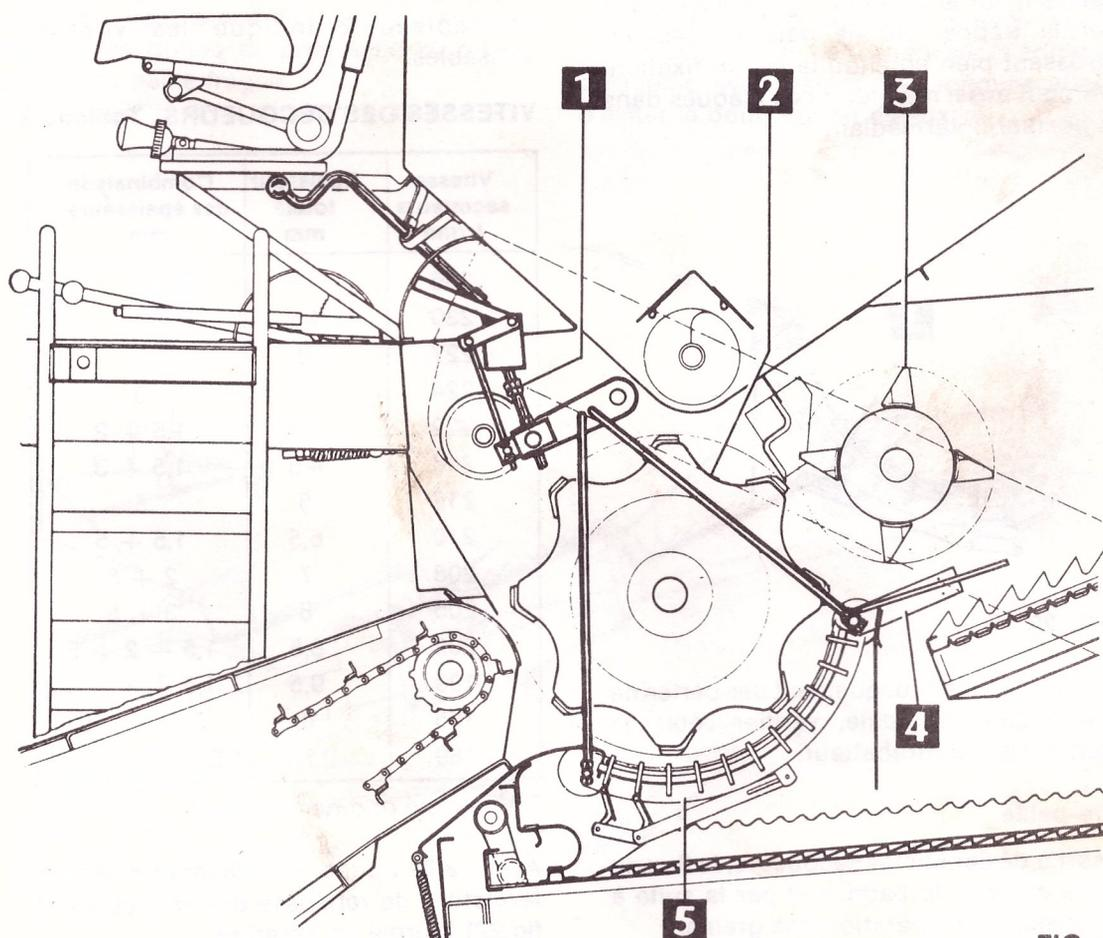

FIG. 19
Le produit arrive battu entre les battes du batteur (2, fig.19) tournant à une vitesse élevée et les battes du contre-batteur (5) qui est fixe. L'égrenage des épis dépend de la vitesse de rotation du batteur et de la distance qui le sépare du contre-batteur ; c'est pourquoi, pour avoir un bon battage, il est indispensable de régler correctement la vitesse du batteur et la position du contre-batteur.
Ne jamais déplacer l'écrou et le contre-écrou (1, fig.19) jouant le rôle de butée de fin de course de la manivelle. Les battes du batteur risqueraient de frapper le contrebatteur.
Pour les récoltes à paille très sèche, clair-semée et à grains délicats comme les légumineuses, il est préférable de remplacer les pales du tire-paille (3, fig.19) par des barrettes munies de doigts, lesquelles permettent le libre écoulement de la paille sans abîmer le produit.
Le peigne (4, fig.19) sous le tire-paille, peut être fixé de trois façons ; normalement, il est en position moyenne.